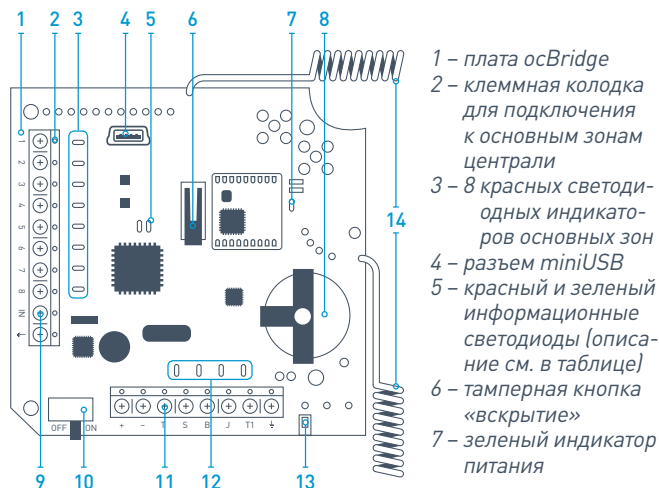

РИС. 1. Приемник беспроводных датчиков osBridge
4.1. Подключите приемник беспроводных датчиков osBridge к компьютеру при помощи USB кабеля (тип A–miniUSB) используя разъем «4» (РИС. 1). Включите приемник тумблером «10» (РИС. 1).
Описание индикации информационных светодиодов «5» (РИС. 1):